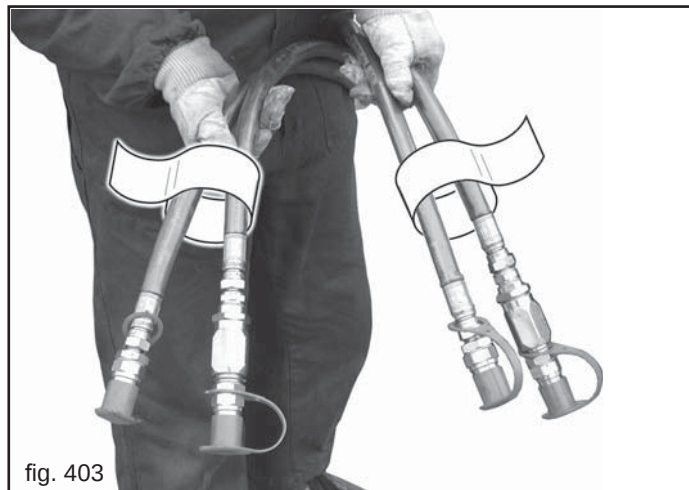

fig. 403
- 4) Die öldynamischen Schläuche unter Befolgen der an jedem Schlauch angebrachten Anleitungen korrekt an den Verteilern des Schleppers anschließen (Abb. 403).